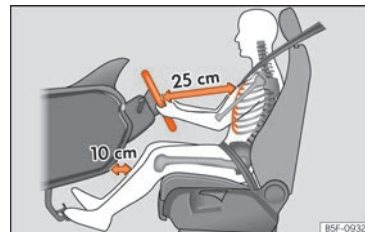

Fig. 85 Distance correcte entre le conducteur et le volant.
- Réglez le volant de sorte que la distance entre celui-ci et votre cage thoracique soit d'au moins 25 cm »» **fig. 85.**
- Réglez le siège du conducteur de manière à laisser une distance minimale de 25 cm entre votre cage thoracique et le centre du volant »» **fig. 85.** Si la distance est inférieure à 25 cm, le système d'airbags peut ne pas vous protéger correctement.